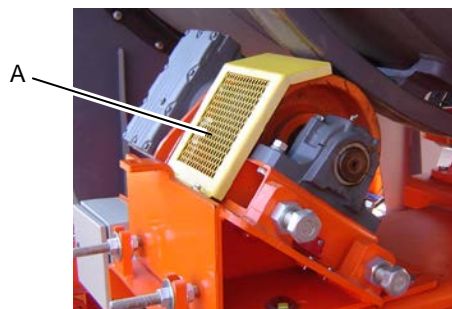

Fig. 15: Rejilla de protección / Grille de protection
- 1º. retirar la rejilla de protección (fig. 15 - det. A) y aflojar los tornillos de fijación, que son cuatro, (fig. 16 - det. B);
- 4º. después debidamente alineado, apretar los tornillos de fijación y recolocar la rejilla de protección, fig. 15 y 16.
- 1º. retirer la grille de protection (fig. 15 - dét. A) et desserrer les boulons de fixation, au nombre de quatre (fig. 16 - dét. B) ;
- 4th. après avoir fait l'alignement, serrer les boulons de fixation et reposer la grille de protection, fig. 15 et 16.